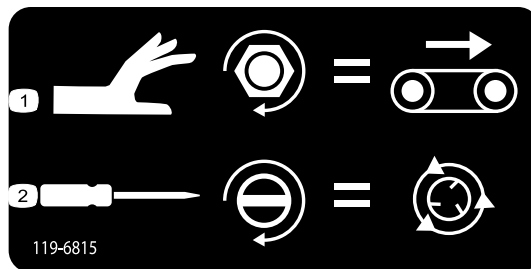

図 46
- フロアベルトの速度を調整するには 図 46、ノブを右に回します。油圧フローがゼロの時は、色別操作システムの中の最大フロア速度を使います。この設定は、ホッパーに砂が満載された状態のときに便利です。
- スピナーの速度調整 図 46 は調整ねじをマイナスドライバーで回転させて行います。右に回すと増速、左に回すと減速です。